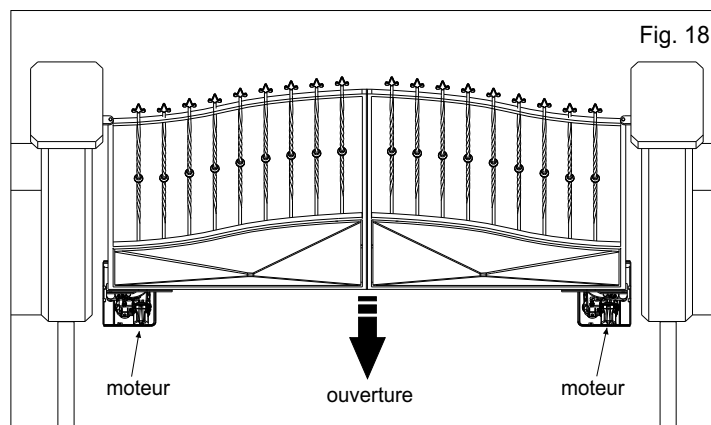

Fig. 18
4.1. Il est important d'individualiser l'opérateur droite et l'opérateur gauche, dans tous les cas le moteur doit toujours être tourné vers le côté d'ouverture. Voir Fig. 18.